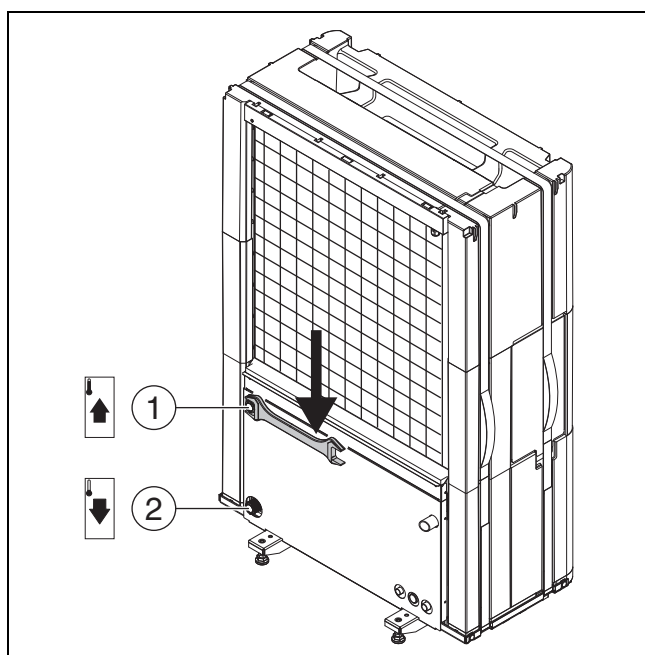

Fig. 18 Conexiones de las tuberías de primario, válido para todas las potencias
- Conectar la unidad interior a la impulsión de la bomba de calor (→ [1], fig. 18).
- Conectar la unidad interior al retorno de la bomba de calor (→ [2], fig. 18).
- Ajustar conexiones de los tubos con un par de ajuste de 120 Nm. Dirigir la fuerza hacia abajo (→ fig. 18) para evitar una carga lateral del condensador.